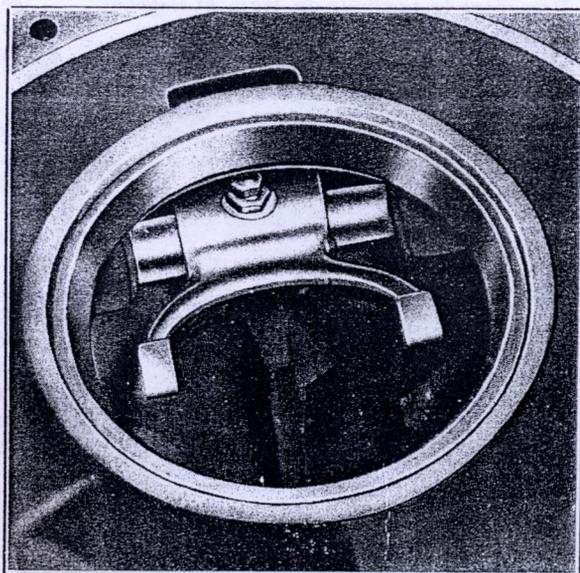

Fig. 15
- (i) Desserrer le contre-écrou et la vis immobilisant la fourchette sur le palonnier (fig.15) et extraire le palonnier de la trompette tout en faisant glisser la fourchette sur l'arbre.